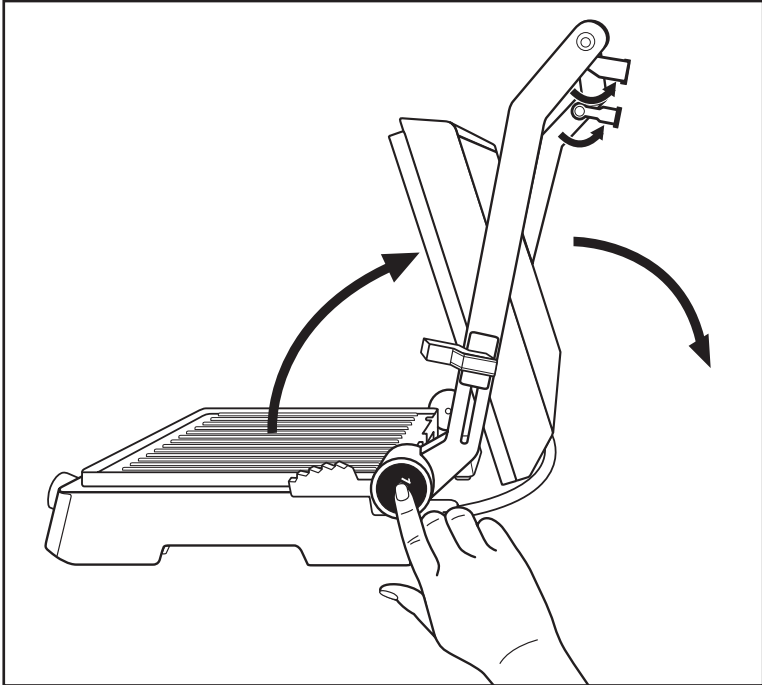

Abb. 1
- 1) Klappen Sie die beiden Stützfüße **1** aus (Abb. 1).
- 2) Drücken Sie die Entriegelungstaste 180° **3** (Abb. 1) und öffnen Sie den Gerätedeckel so weit, dass beide Heizplatten **10** als Tischgrill benutzt werden können.